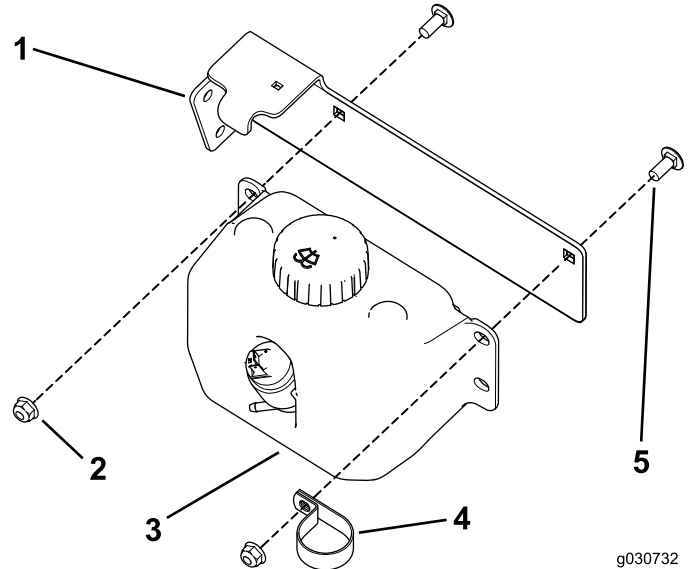

Bild 34
3. Befestigen Sie die Flasche für die Scheibenwaschanlagenflüssigkeit und die R-Klemme mit zwei Schlossschrauben (5/16" x 3/4") und zwei Bundmutter an der Behälterbefestigung (Bild 34).